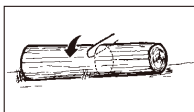

Fig. 13A
1. Bûche soutenue sur toute sa longueur : coupez du haut vers le bas (tronçonnage par le dessus) en prenant soin d'éviter de couper dans le sol (Fig. 13A).